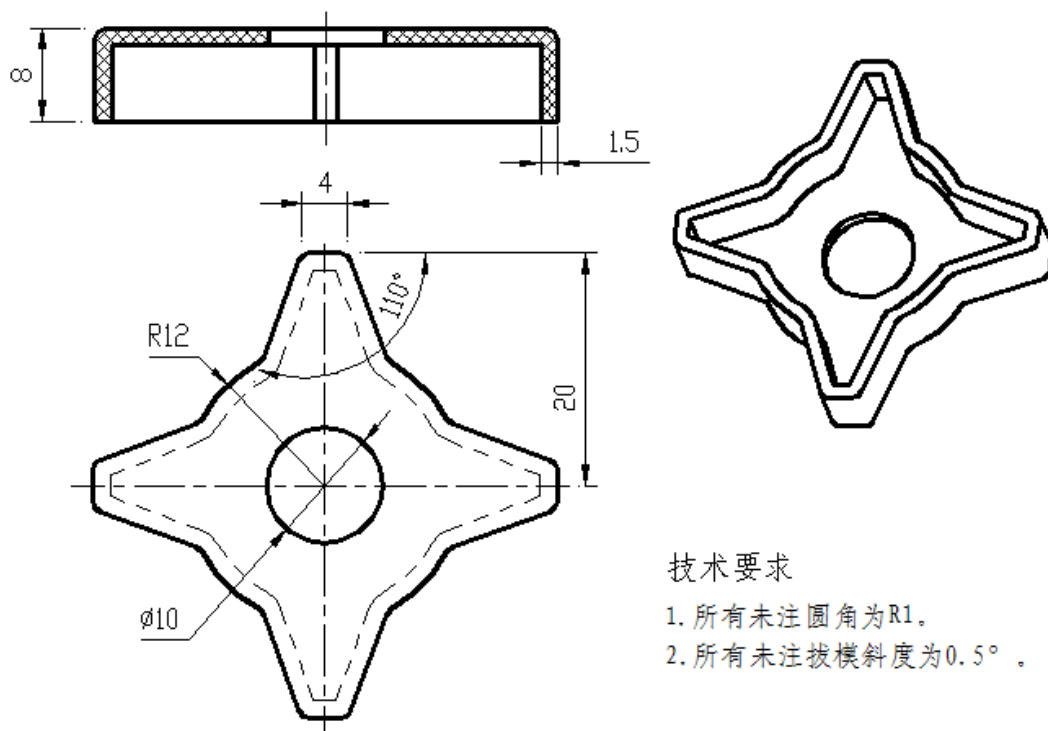

图 2-3 菱形按钮
按照图2-3的要求, 进行菱形按钮塑件造型及注射模具型腔、型芯零件设计。
- (1) 在F盘下建立考生文件夹, 文件夹名称为考生准考证号, 塑件三维造型及型腔、型芯设计所完成后的文件都存于此文件夹中。
- (2) 根据图2-3对该塑件进行三维造型设计, 文件名称为3DSJ。
- (3) 完成该塑件的注射模具型腔、型芯零件设计, 一模两穴。
- (4) 分模文件名称为SJFM, 型腔(cavity)和型芯(core)。